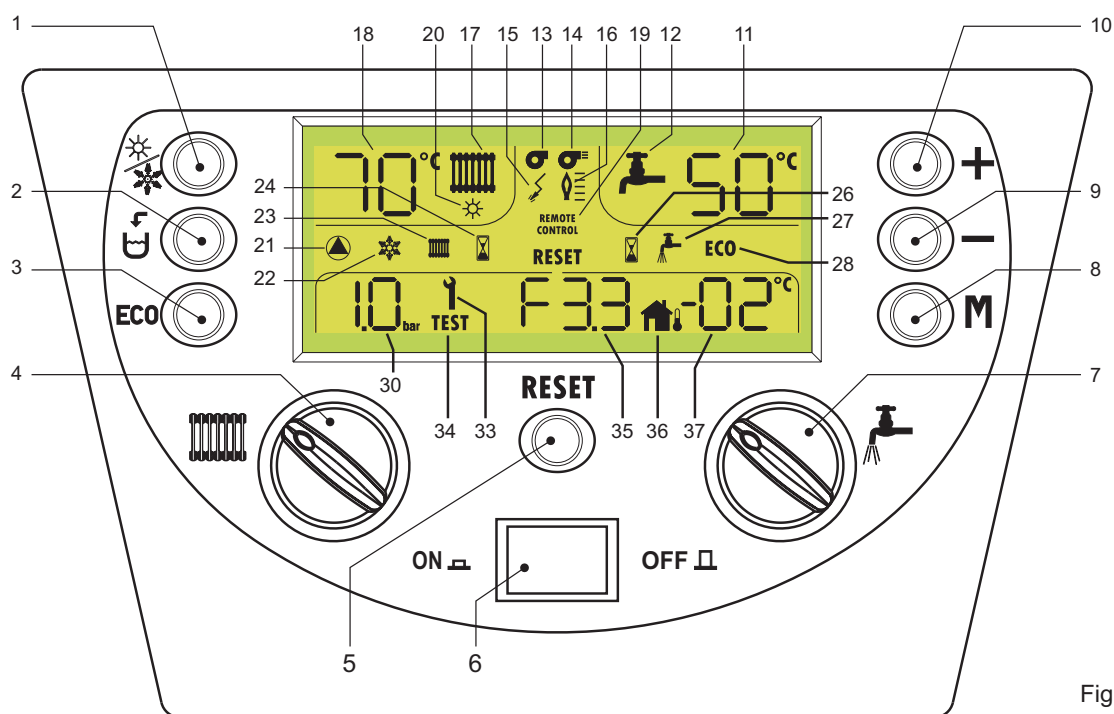

Fig. 1
Pentru a activa sau dezactiva funcția **confort** este suficient să apăsați butonul (ECO) - 3 fig. 1). Când funcția Comfort este activă, scrisul ECO apare pe afișaj.
Pentru reluarea funcționării trebuie să apăsați tasta Reset (5 - fig. 1).
- Apăsăți butonul ON/OFF (vezi fig. 1).
Apăsăți tasta ON/OFF (vezi fig. 1).
Pentru a selecta unul din cele două moduri este suficient să apăsați tasta  (1 - fig. 1).
Centrala este dotată cu un sistem de umplere a instalației ce poate fi setat pentru funcționarea în mod automat sau în mod semiautomat. Vine din fabrică reglat în mod semiautomat dar ulterior poate fi setat pentru încărcare automată. Pentru aceasta nu trebuie decât să apăsați tasta “încărcare instalație” ( - 2 fig. 1) pentru circa 5 secunde până la apariția pe afișaj a textului **AF** (modo automatico).
În modul semiautomat lipsa presiunii este semnalată pe afișaj prin apariția anomaliei “F37” și prin clipirea textului “bar”. În acest caz utilizatorul trebuie să apese și să elibereze tasta “încărcare instalație” ( - 2 fig. 1). Sistemul va încărca instalația până la valoarea de 1,0 bar.